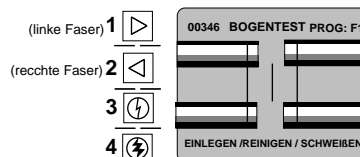

Abbildung 63
- c) Gehen Sie bei der Vorbereitung und dem Einlegen der Fasern wie bei einem normalen manuellen Spleißvorgang vor (siehe Abb. 63).